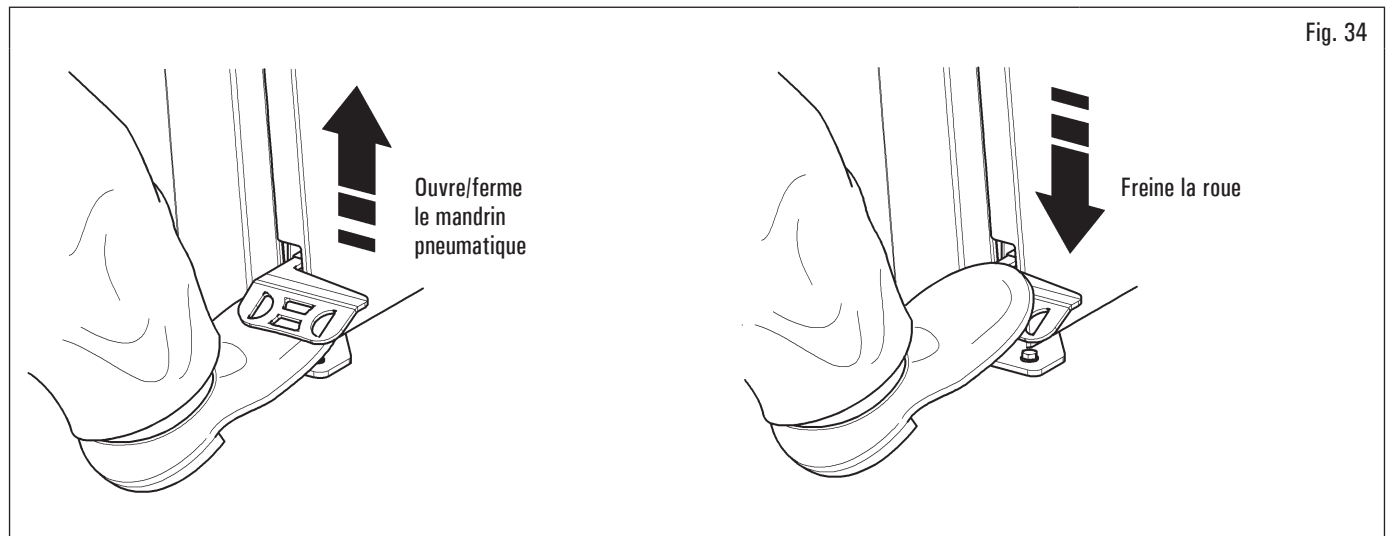

Fig. 34
1. Si le mandrin pneumatique est fermé, ouvrez-le en soulevant la pédale, voir Fig. 34 ;